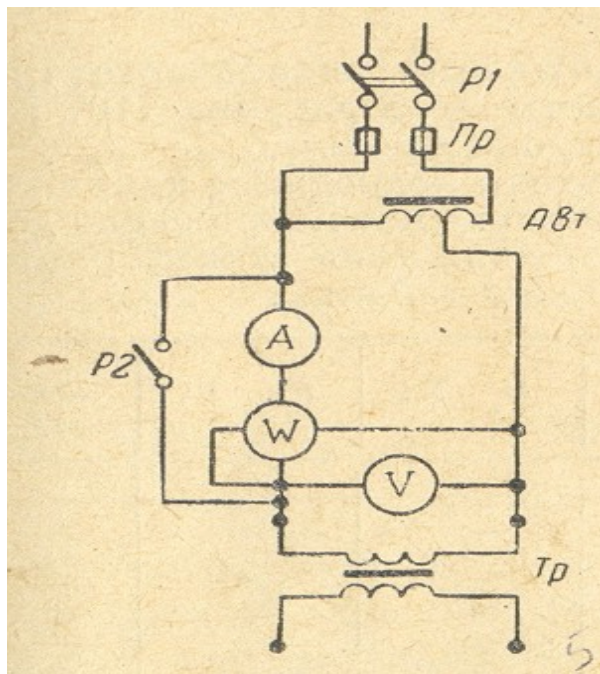

Рис. 3:
Для выявления характеристик «холостого хода» проводится опыт «холостого хода» по схеме приведенной на рис.3.
Опыт холостого хода проводится по схеме проведенной на рис.3. При проведении опыта холостого хода, для регулирования напряжения используется однофазный автотрансформатор.
1. Перед включением трансформатора в сеть необходимо с помощью автотрансформатора Ат (рис.3) понизить подводимое напряжение до величины